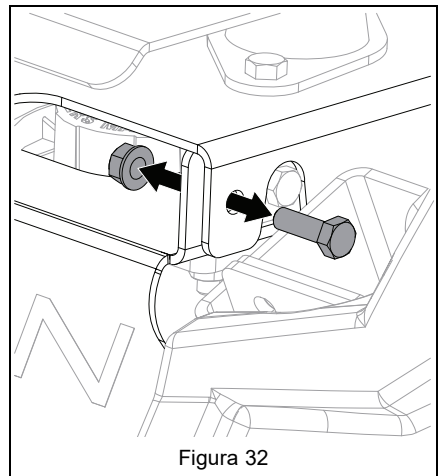

Figura 32
4. Quite y conserve la tornillería que fija la placa al asiento. Consulte Figura 32.